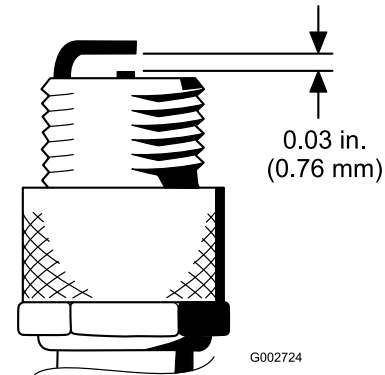

Figura 30
4. Ajuste la distancia entre los electrodos central y lateral a 0,76 mm, tal y como se muestra en la Figura 30).